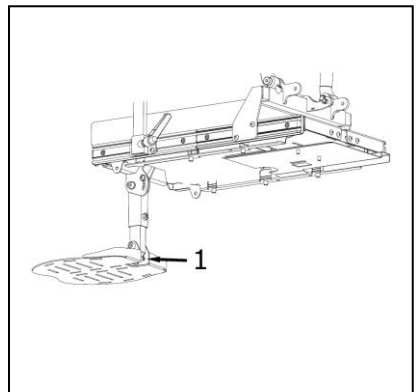

Figure 4.10
**Réglage de l'angle du maintien de mollet (fig 4.10).**
4. Draai de bout en contraoer (1) enkele slagen los.
5. Zet de voetplaat in de gewenste hoekstand (2).
6. Draai de bout (1) en contromoer vast.